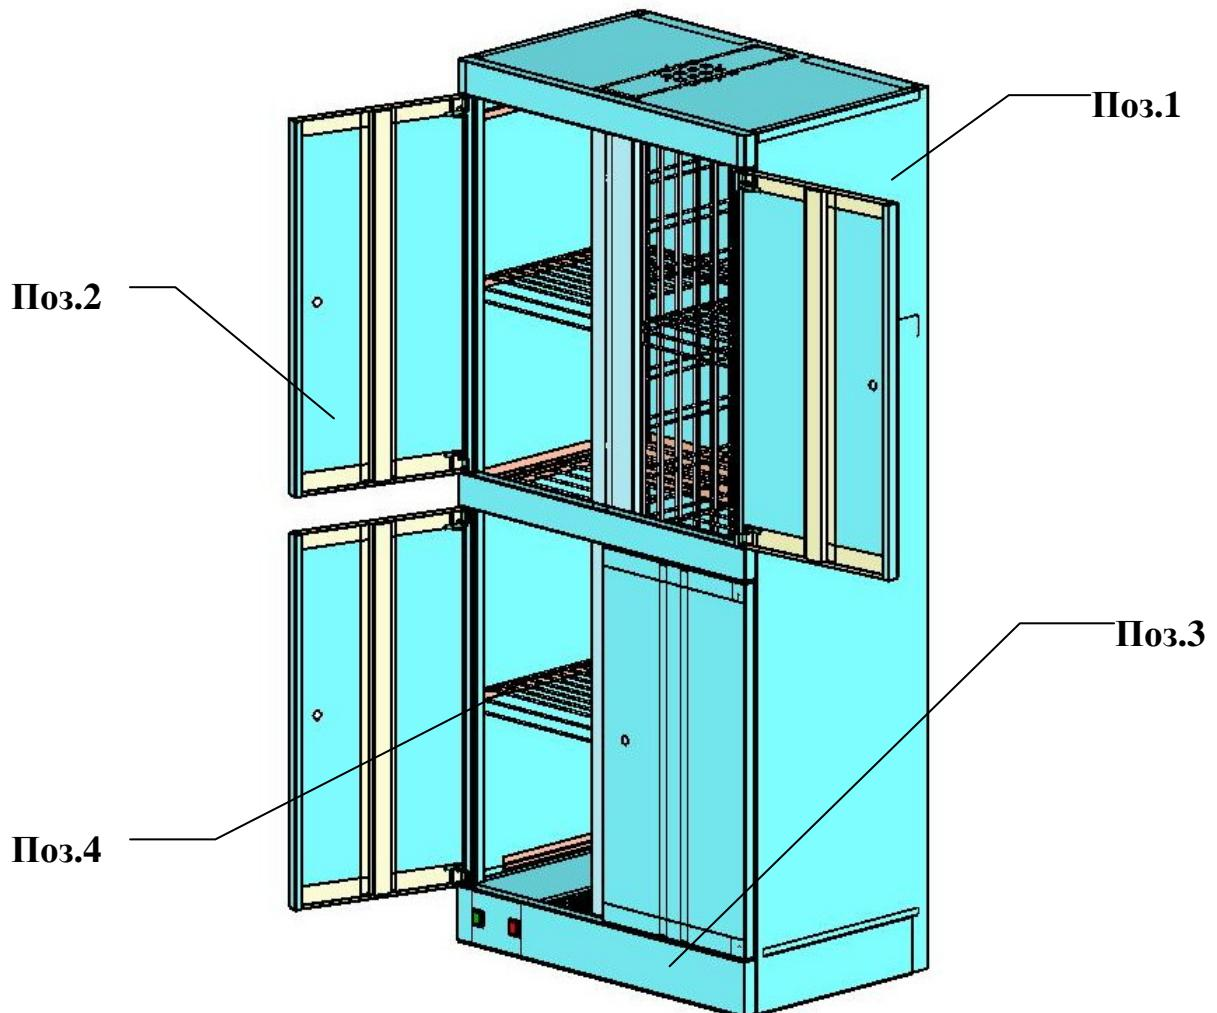

Рис. 1 Шкаф сушильный секционный ШСО 2000 / 4
- 3.1. Шкаф сушильный секционный (рис.1) состоит из металлического корпуса (поз.1), разделенного сетчатыми перегородками на четыре секции с четырьмя дверьми (поз.2), каждая из которых запирается на индивидуальный замок.